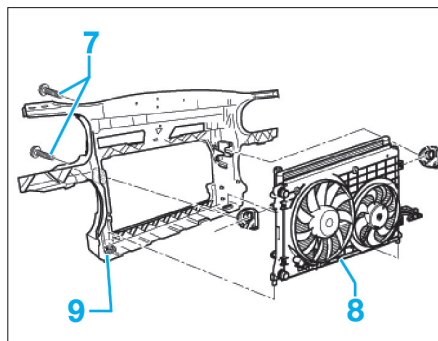

Fig. 11
- Déposer les vis (7) et déposer l'ensemble radiateur-condenseur (8) de la façade avant (9) (Fig.11).